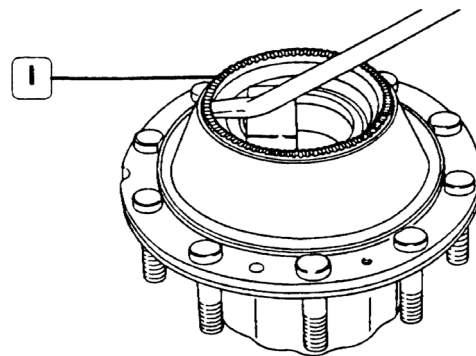

Figura 10
**Nota:** Durante el montaje del cubo de rueda, tener cuidado de no dañar la rueda fónica (1, figura 10).
6. El desmontaje del anillo (1) debe ser realizado sólo si existe la necesidad de sustituir al mismo.